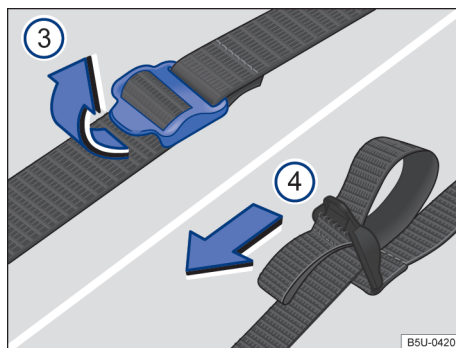

Fig. 127 Cintas de fijación de la bolsa de herramientas de a bordo.
- Tirar de las hebillas de la cinta de fijación en el sentido de la flecha → fig. 127 ③.
- Tirar firmemente de las cintas ① por las alzas en el sentido de la flecha → fig. 127 ④ para fijar la bolsa de herramientas de a bordo.